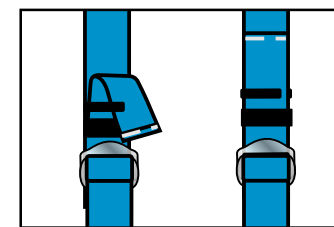

рис. 10
- заправьте лишние концы ленты (рис. 10).